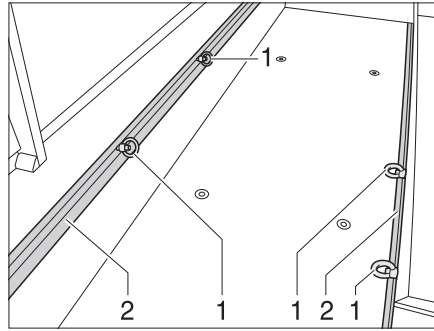

Fig. 4 Occhielli di fissaggio garage di coda
- Ruotare l'occhiello di fissaggio (Fig. 4,1) di mezzo giro in senso antiorario.
- Spostare l'occhiello di fissaggio nella posizione desiderata nella guida di fissaggio (Fig. 4,2).